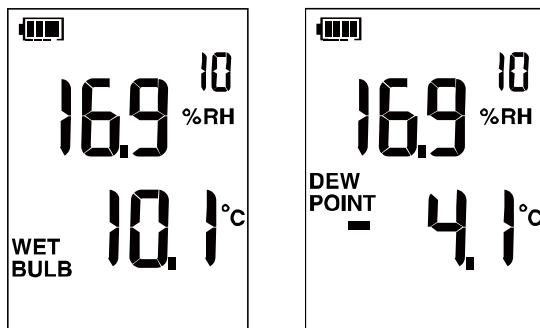

图 5. 湿球和露点温度
- **湿球温度**，同时显示湿球温度标识 **WET BULB**。如图 5 中左图所示。
- **露点温度**，同时显示露点温度标识 **DEW POINT**。如图 5 中右图所示。